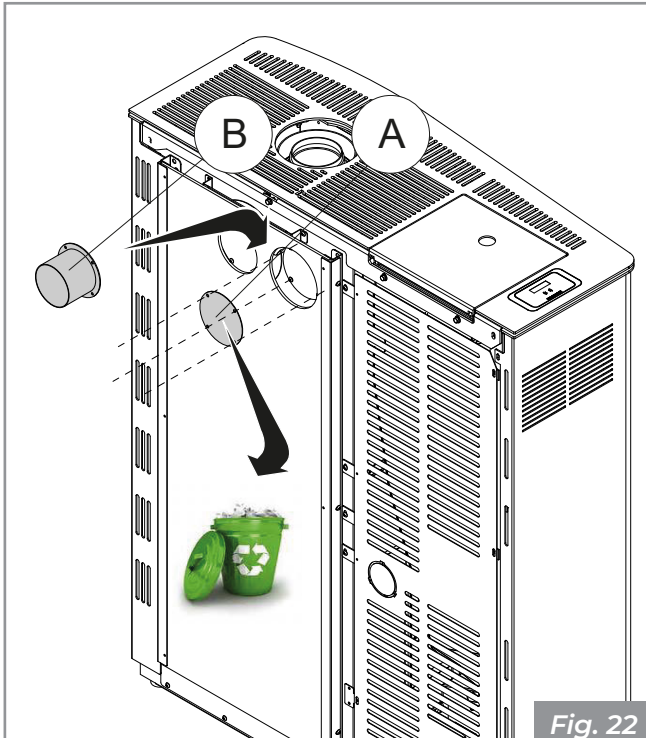

Fig. 22
Para poder conectar la estufa a la sistema de calefacción canalizada es necesario quitar el tapón trasero (A) y montar el tubo con diámetro de 80 mm (B) suministrado (Fig. 22).